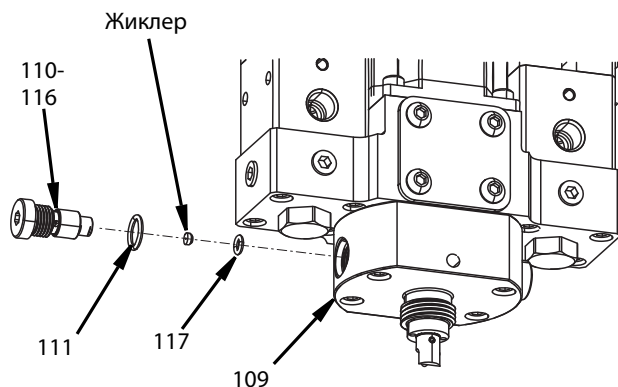

Рис. 29
3. Удалите жиклер и уплотнительное кольцо (117), расположенные в нижней части обратного клапана и отверстия сопла (109) в полости корпуса. См. Рис. 29